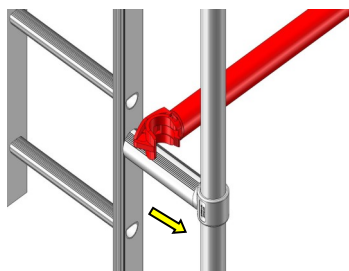

Figure 4
a. Placer et cliquer la 1^{ère} lisse horizontale sur les tubes verticaux de chaque cadre en veillant à la positionner de telle façon que l'ouverture du crochet soit dirigée vers l'extérieur. (cf. *Figure 4*).